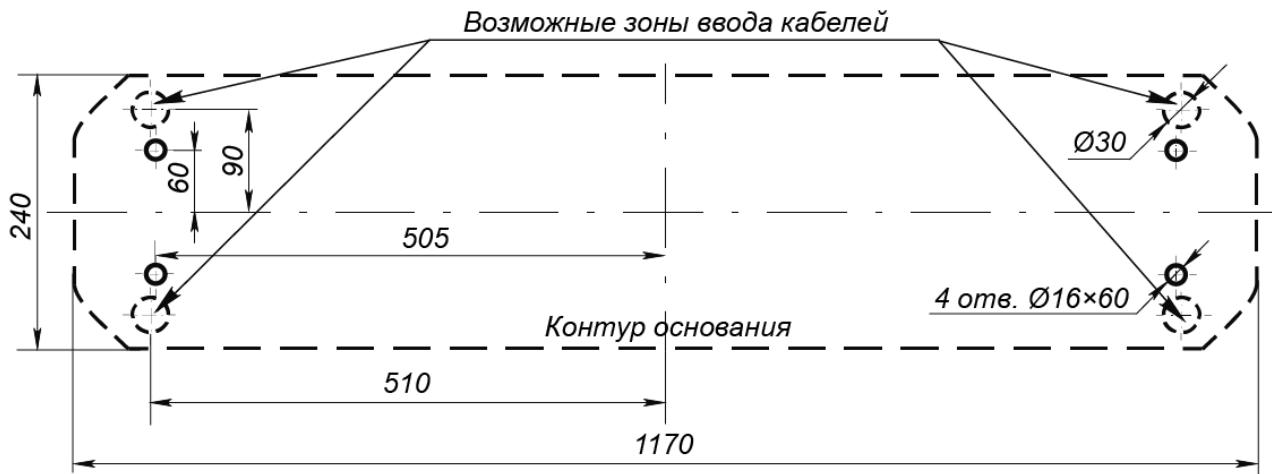

Рисунок 12. Схема разметки для установки стойки турникета
2. Подготовьте в полу отверстия под гильзы анкеров для крепления стойки турникета (см. рис. 12). При необходимости прокладки кабелей под поверхностью пола подготовьте в полу кабельный канал, подходящий к зоне ввода этих кабелей в стойку турникета. Установку и крепление стойки производите после прокладки всех кабелей в кабельном канале и внутри стойки. Прокладка кабелей внутри стойки показана на рис. 13.
4. Демонтируйте заглушку стойки (7) и контейнер картоприемника (9), открыв ключом замки (8, 10). Установите стойку турникета на гильзы анкеров и закрепите ее болтами M10.
6. Снимите крышку турникета (3), отвернув ключом винт установочный (13) (см. разд. 6).